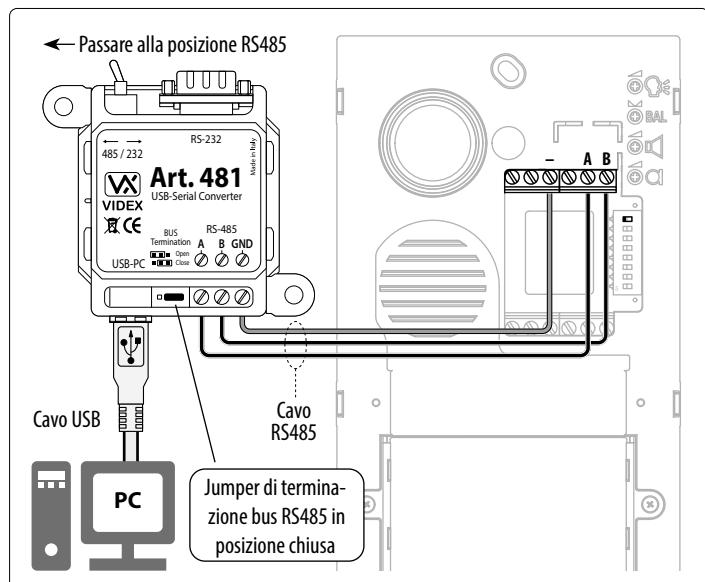

Fig. 3
2. Collegare i morsetti **A**, **B** e **GND** del convertitore USB/RS485 Art. 481 al dispositivo (Fig. 3)